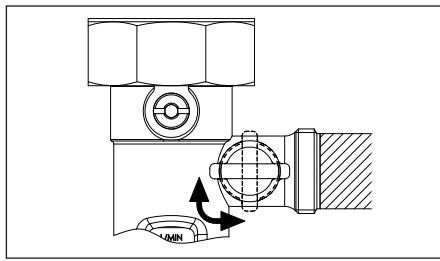

Fig. 6.17 Sfiateo tramite misuratore di portata
- Durante il procedimento di risciacquo, sfiestate manualmente l'impianto solare chiudendo di tanto in tanto la valvola di scarico laterale del misuratore di portata per circa 20 secondi e poi riaprendola bruscamente (Fig. 6.17). Ripetere il procedimento ad intervalli regolari.